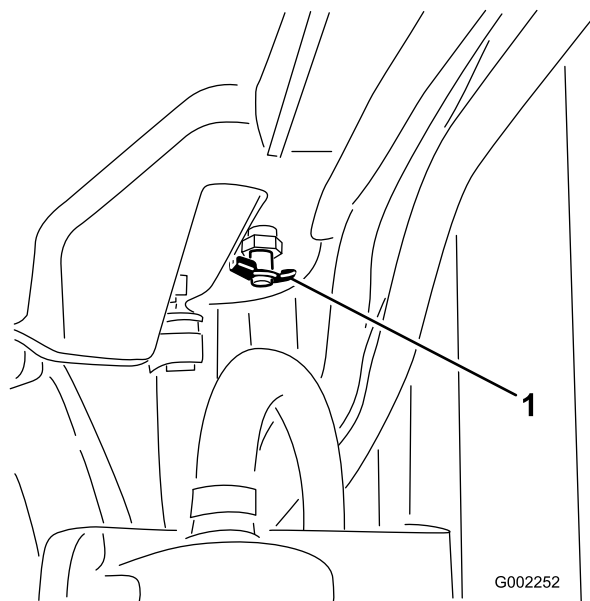

Figure 101
4. Ouvrez le robinet de vidange et vidangez le liquide de refroidissement dans le bac (Figure 101).
5. Fermez le robinet de vidange (Figure 101).